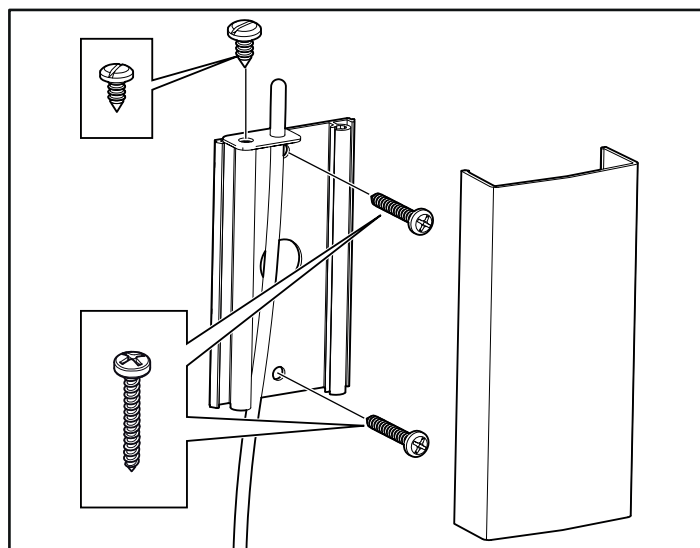
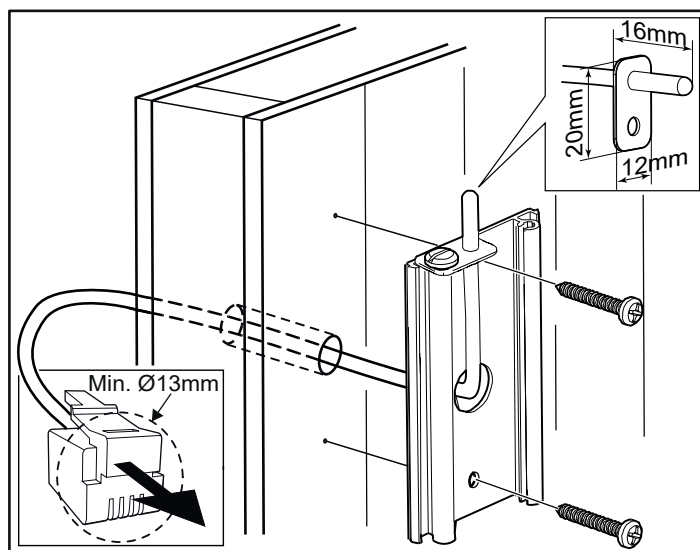

Figure 15 : Installation de la sonde
Figure 16 : Raccordement à travers la cloison.
9. Installez la sonde sur le mur (voir figure 15). Le fil de la thermistance peut également être passé dans le mur. Bouchez tous les trous dans le mur derrière la sonde (voir figure 16). Le fil de thermistance peut être prolongé à l'extérieur du sauna à l'aide d'un fil à basse tension (2 pôles).